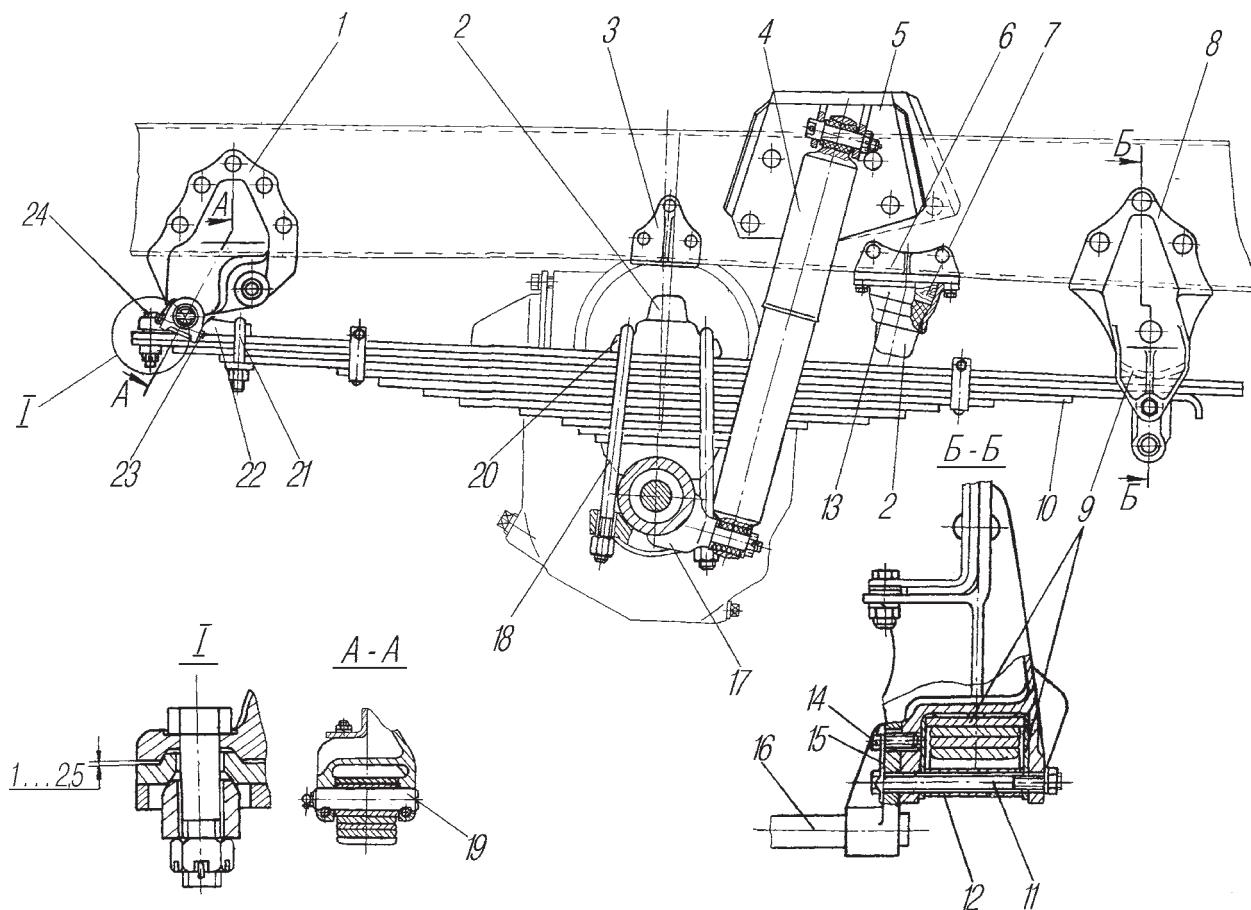

Рис. 45 Подвеска передняя:
**Передняя подвеска** (рис. 45) состоит из двух продольных полуэллиптических рессор, работающих совместно с гидравлическими амортизаторами телескопического типа двухстороннего действия. Верхние проушины амортизаторов через резиновые втулки прикреплены к скобам кронштейнов 5, нижние проушины — к кронштейнам 17, приваренным к картеру моста.
Гайки стремянки 21 (см.рис. 45) крепления накладного ушка передней рессоры затягивайте на нагруженном автомобиле в следующем порядке: